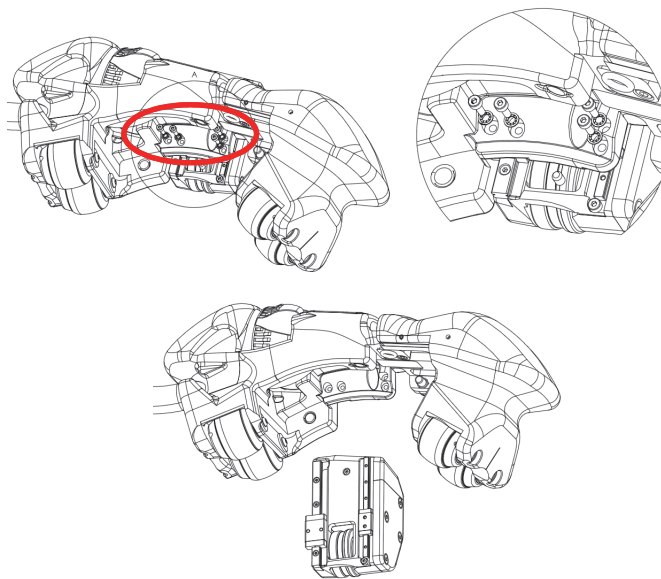

Рис. 5-2 Замена кодировщика
1. С помощью гаечного ключа 1,5 мм открутив 4 крепежных винта на кодировщике (см. Рис. 5-2 на стр. 51).